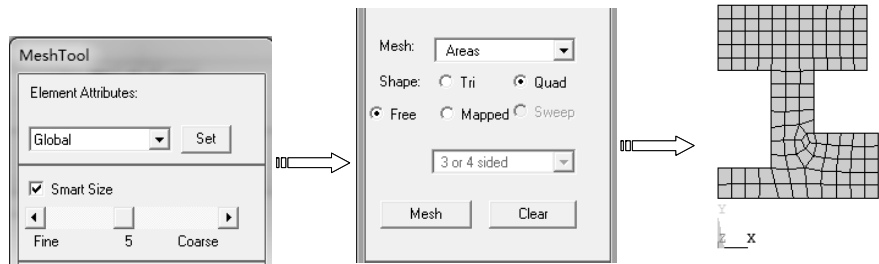

图 7-46 网格划分
1) 选择 “Main Menu>Preprocessor>Meshing>MeshTool” 命令，弹出 “MeshTool” 对话框，勾选 “Smart Size” 选项，并将智能网格划分水平调整为 5，选择网格划分器类型为 “Free”（自由网格），单击 “Mesh” 按钮，弹出 “Mesh Areas” 对话框，单击 “Pick All” 按钮，系统自动完成网格划分，如图 7-46 所示。